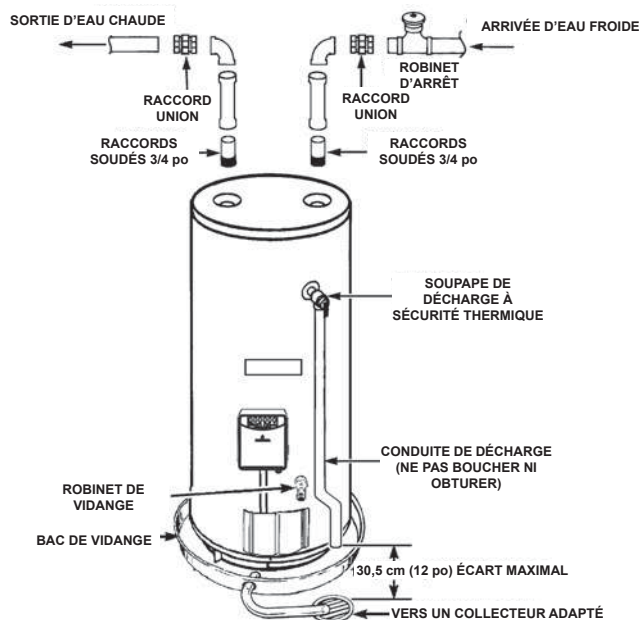

Figure 8. Raccordement typique de la tuyauterie d'eau au chauffe-eau
Figure 8 montre un raccordement typique de la tuyauterie d'eau au chauffe-eau. Le chauffe-eau est équipé de raccords d'eau de 3/4 po NPT.
1. Placer la soupape de décharge à sécurité thermique (ou soupape DST) sur le chauffe-eau. Voir Figure 8.
3. Écarter les côtés du manchon isolant et l'engager sur la soupape DST. Voir Figure 8. Appliquer une légère pression sur l'isolant pour le mettre complètement en place sur la soupape de décharge DST. Une fois en place, l'attacher avec du ruban pour conduits, du ruban électrique ou autre produit équivalent.
Important : L'isolant et le ruban ne doivent pas masquer l'ouverture de décharge ou bloquer l'accès au levier de décharge manuelle. Voir Figure 8. Veiller raccorder un tuyau d'écoulement à l'ouverture de décharge de la soupape DST conformément aux instructions de ce manuel.